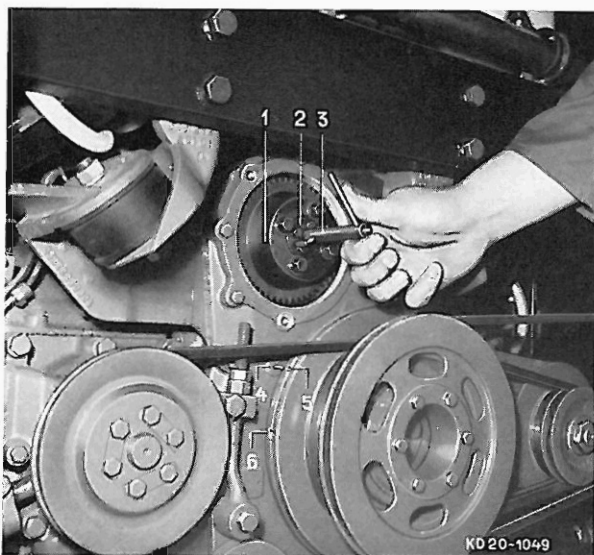
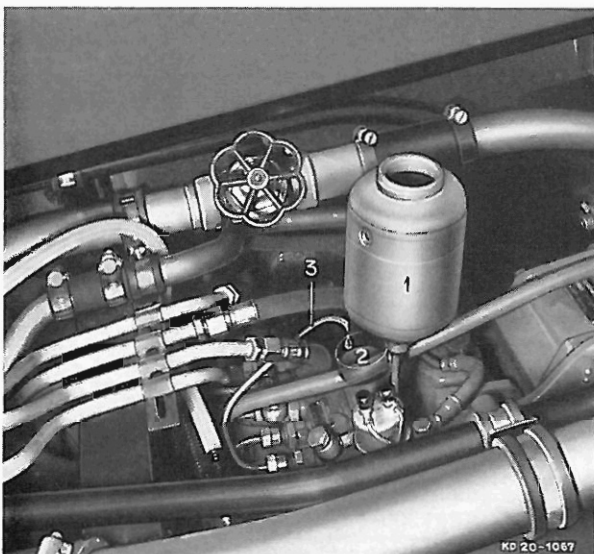

Bild 44
Bild 45
5. Befestigungsschrauben am Einspritzpumpenrad lösen und Antriebswelle der Einspritzpumpe mit Sonderwerkzeug Teil-Nr. 305 589 01 6300 in den Längslöchern soweit verdrehen, Bild 44, bis die richtige Einstellung erreicht ist, d. h., daß sich alle 15 bis 20 Sek. ein Tropfen vom Einstellröhrchen löst. Bild 45.